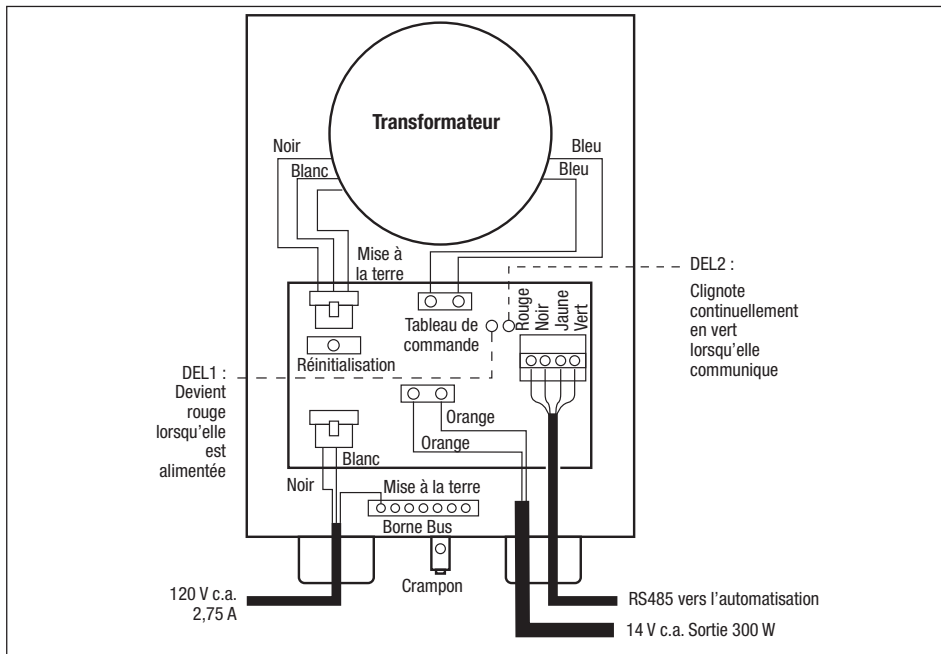

Figure 4. Câblage des luminaires à DEL au contrôleur de luminaire à DEL Infinite WaterColors
Se reporter à la Figure 4 pour le câblage du commutateur de luminaires à DEL Infinite WaterColors. Se reporter au manuel du commutateur manuel de luminaires à DEL Infinite Watercolors pour connecter au système d'automatisation AquaLink RS.
3. Connecter les câbles à basse tension du câble noir au câble orange et du câble blanc au câble orange, se reporter à la Figure 4.